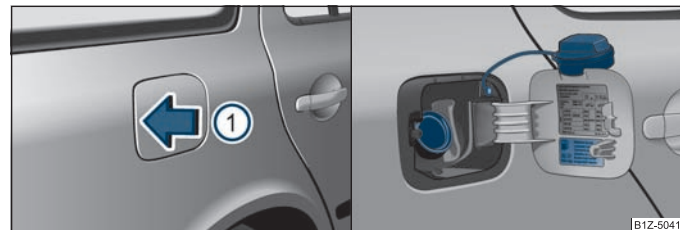

Abb. 160 Fahrzeugseite hinten rechts: Tankklappe öffnen / Tankklappe mit abgeschraubtem Verschluss
Ihr Fahrzeug kann nur mit **bleifreiem Benzin**, der der Norm **EN 228** entspricht, betrieben werden (in Deutschland auch **DIN 51626 - 1** bzw. **E10** für bleifreies Benzin mit der Oktanzahl **95** ROZ und **91** ROZ oder **DIN 51626 - 2** bzw. **E5** für bleifreies Benzin mit der Oktanzahl **98**). Die Information, welche ROZ Ihr Motor benötigt, finden Sie auf der Innenseite der Tankklappe ⇒ Seite 189, Abb. 160 - rechts.
- Drücken Sie in der Mitte des linken Bereichs der Tankklappe in Pfeilrichtung ① ⇒ Abb. 160. ▶
- Drehen Sie den Tankverschluss linksherum heraus und stecken Sie ihn von oben auf die Tankklappe ⇒ Seite 189, Abb. 160 - rechts.